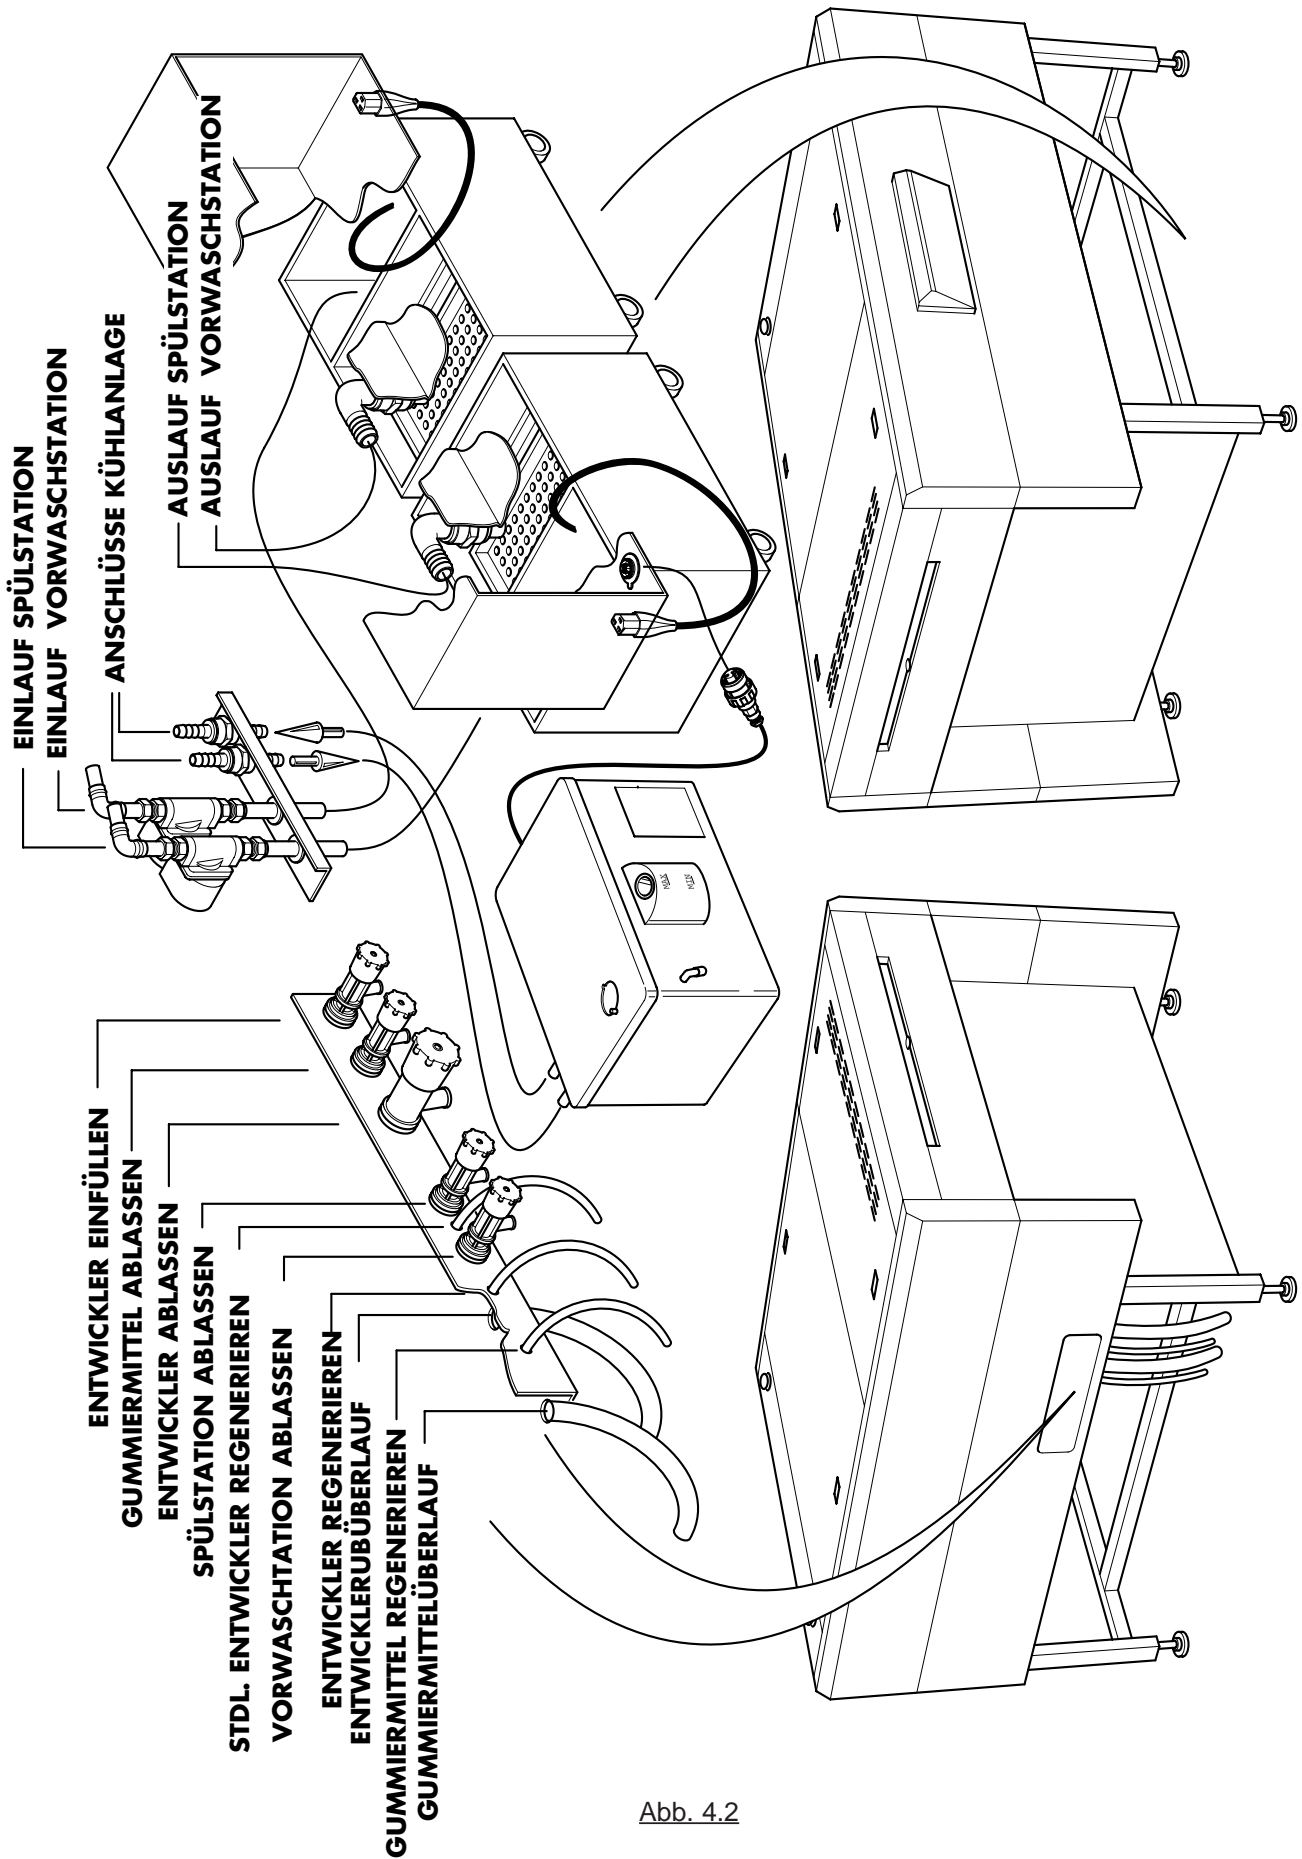

Abb. 4.2
6. Die Umwälzpumpe an die Maschine anschließen (siehe Abb. 4.2)